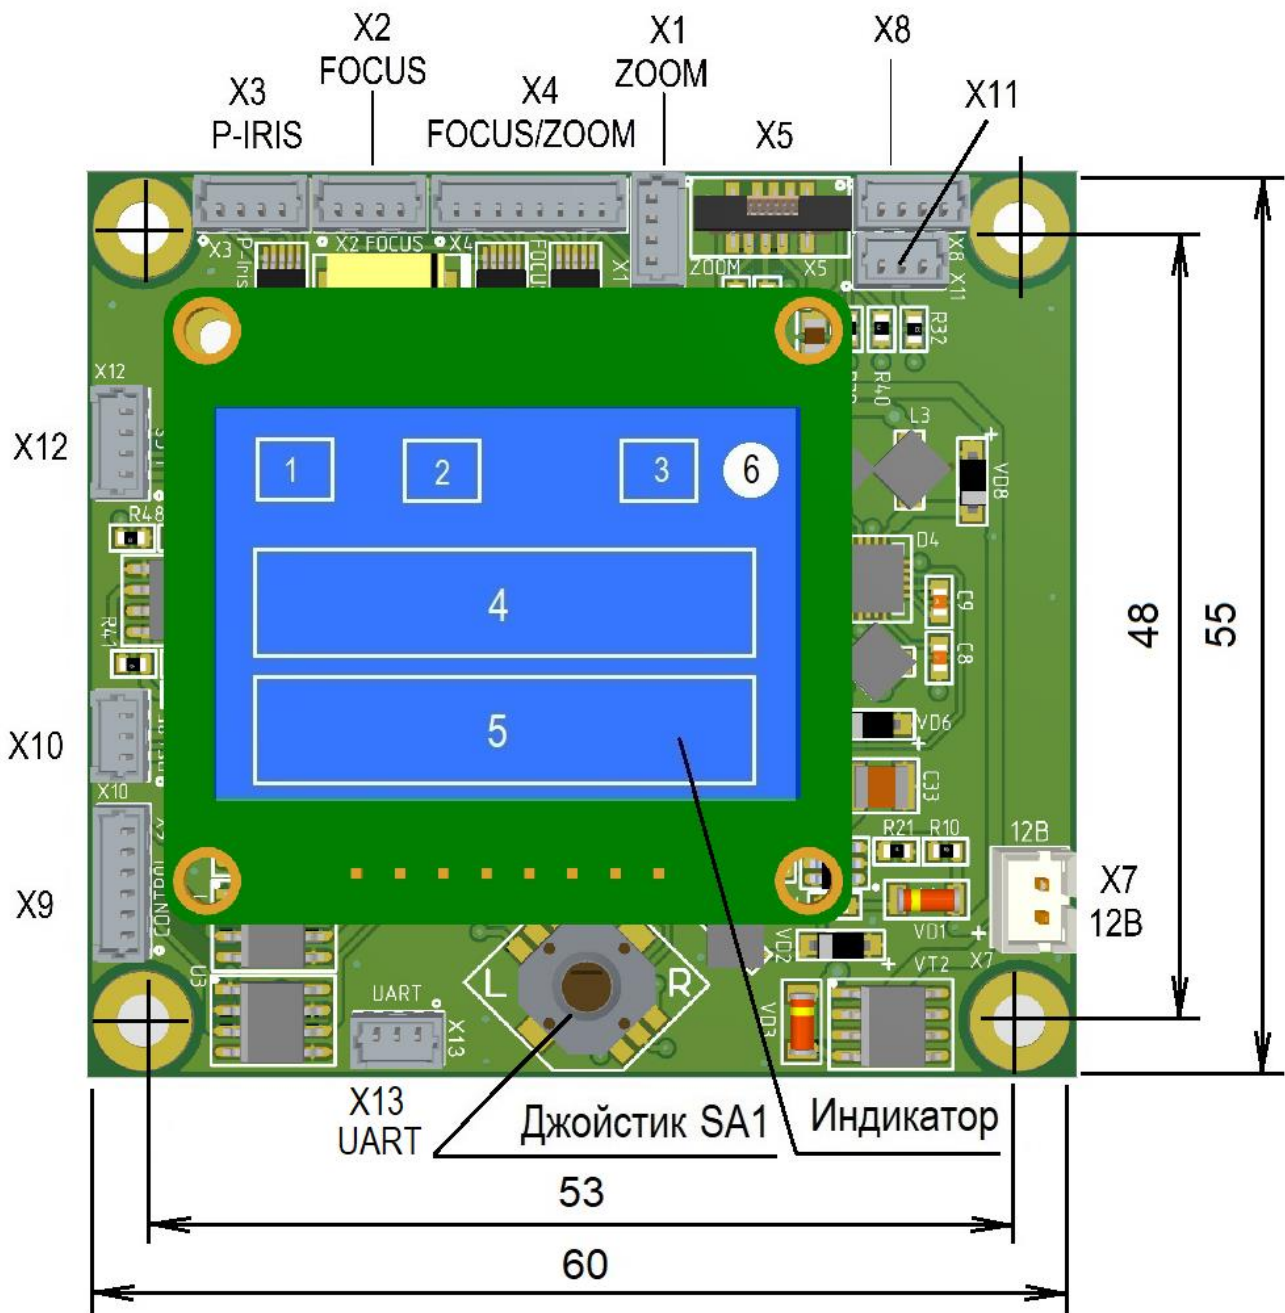

Рис.4.1.1 Элементы коммутации, управления и индикации контроллера МА-86
4.1 Элементы коммутации, управления и индикации контроллера МА-86 приведены на рис.4.1.1, назначение элементов коммутации и их цепей - в таблицах 4.1.1 – 4.1.9.